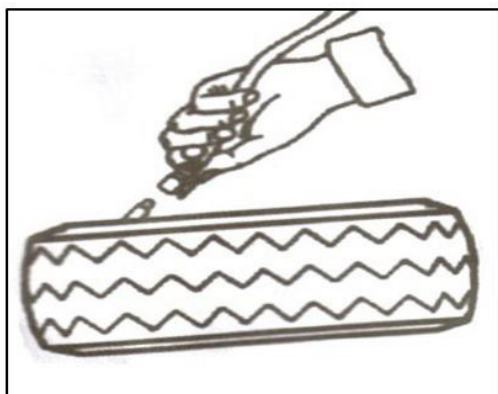

FIG36
- Forbind oppumpningsslangen med dækets ventil (FIG36).